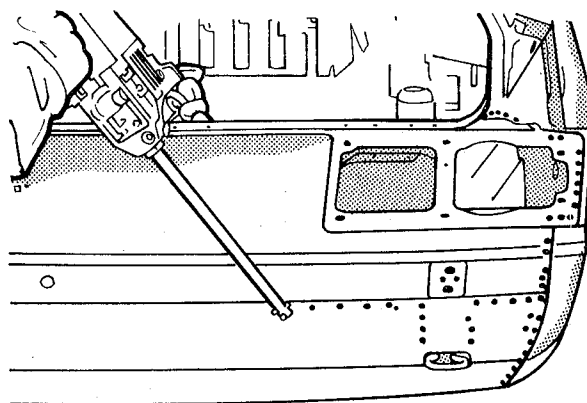

fig. 171
5. Soldar a ponto o painel traseiro, aos painéis laterais e longarinas (fig. 171)